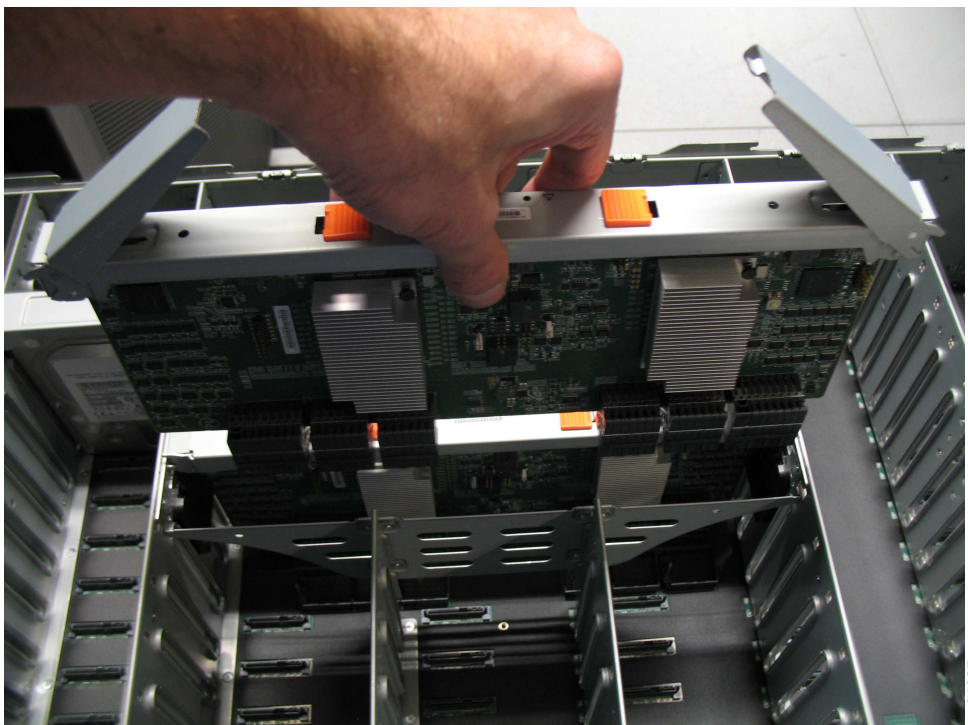

図 71. 2 次拡張機構モジュールの再取り付け
4. 81 ページの図 71 に示すように、エンクロージャのガイド・スロット内で 2 次拡張機構モジュールの端を注意深く位置合わせします。